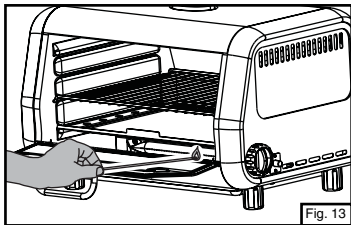

Fig. 13
- Sostenga un fósforo encendido cerca del quemador (debajo de la bandeja para migajas) y gire la perilla de control completamente en contra de las manecillas del reloj a la posición de abierto. (Fig. 13 y 14)